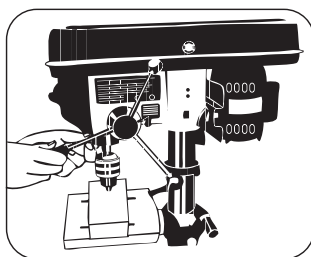

FIGURA 8.6
- Atornille las palancas de aproximación en los orificios localizados en el eje del piñón **21** (Figura 8.6).